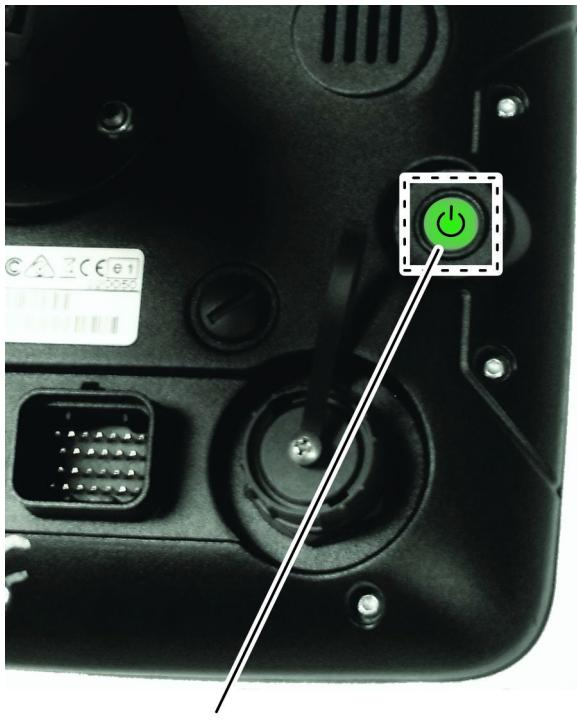

Bild 10
**Hinweis:** Sie können das Sprühssystem X25 ggf. durch Betätigen der Einschalttaste an der Rückseite der Steuerkonsole EINSCHALTEN (Bild 10).
**Hinweis:** Im Notfall können Sie die Einschalttaste an der Rückseite der Steuerkonsole (Bild 10) drücken, um das Sprühssystem X25 abzuschalten.